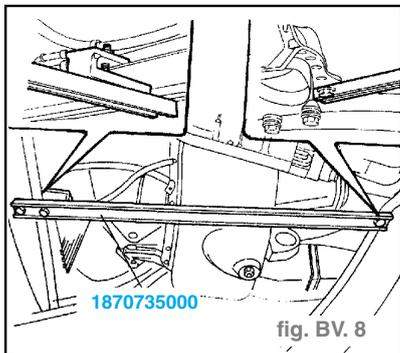

fig. BV. 8
- Mettre en place et fixer l'outil **1870735000** (barre de soutien moteur). (fig. BV. 8)